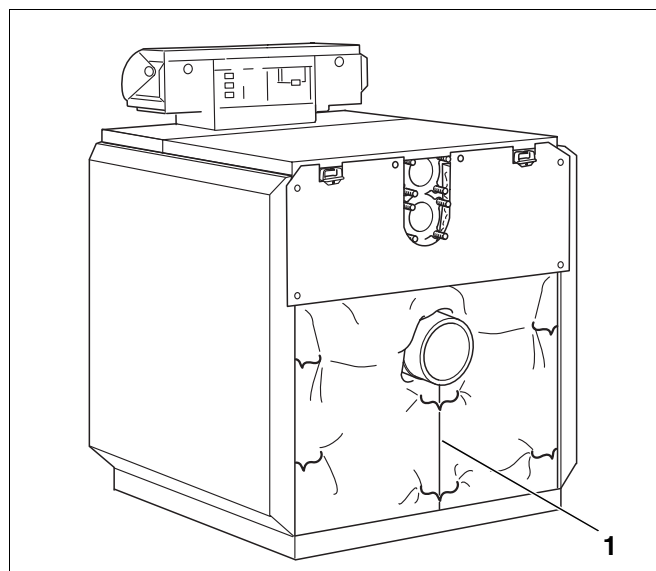

Рис. 55 Скрепление теплоизоляции на задней стенке
- Отогнуть теплоизоляцию на задней стенке и скрепить ее пружинами под штуцером дымовых газов (рис. 55, **поз. 1**).